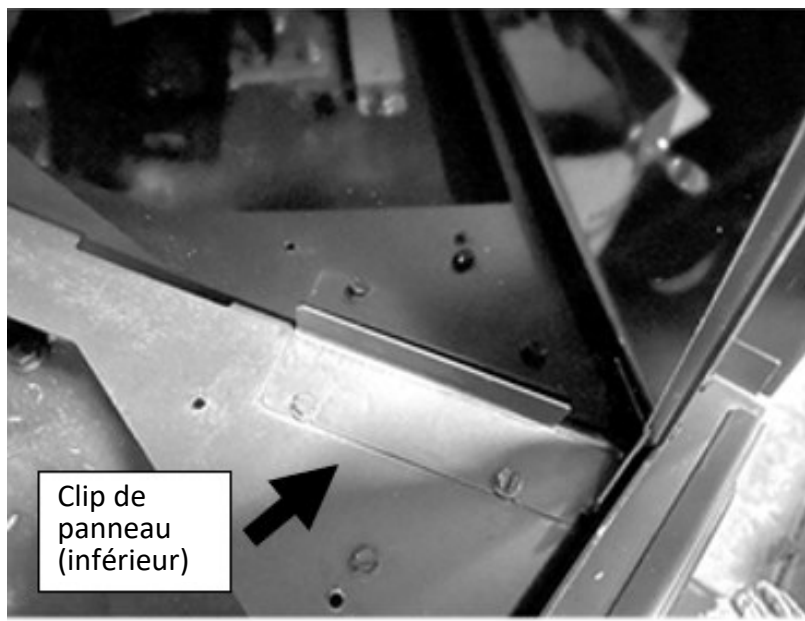

Figure 9.7 - Clip (inférieur) de panneau en verre noir
1. Retirez les (4) vis retenant les espaceurs de panneaux réfractaires inférieurs existants. Conservez les vis et jetez les espaceurs.
3. Installez chaque panneau latéral en insérant d'abord le haut du panneau pour le mettre en place. Glissez le bas du panneau jusqu'à ce qu'il soit bien appuyé contre le côté de la chambre de combustion. Fixez chaque panneau avec les clips de panneau inférieurs (fournis dans le kit) avec les (4) vis retirées précédemment (Figure 9.7).